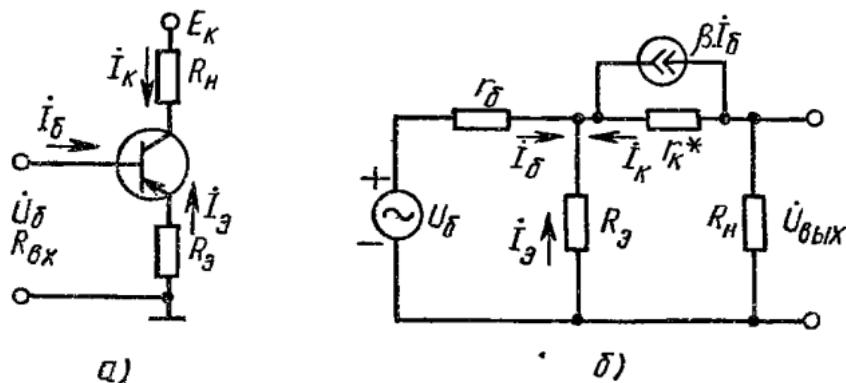
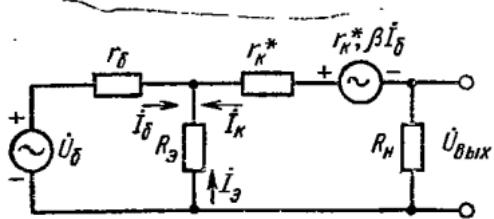

Рис. 2.17
Рис. 2.18
**(2.19).** В цепи, изображенной на рис. 2.17, а,  $E_K = -10$  В,  $R_H = 2$  кОм,  $R_3 = 1$  кОм. Определить входное сопротивление цепи, если коэффициент передачи тока базы транзистора  $\beta = 50$ .
Здесь не было учтено также влияние сопротивления  $r_k^*$ . Схема замещения, учитывая это влияние, показана на рис. 2.17, б. Предположим, что  $r_k^* = \infty$  и генератор тока  $\beta i_6$  отсутствует. Тогда ток коллектора  $i_k$  равен нулю и входной ток базы  $i_b$  определяется только  $r_b$  и  $R_s$ . В таком случае  $R_{bx} = r_b + R_s$ .
Будем считать, что сопротивление  $r_k^*$  конечно. При уменьшении  $r_k^*$  все большая часть тока  $\beta i_6$  будет проходить через это сопротивление, вместо того чтобы идти к коллекторным выводам и создавать ток коллектора. Следовательно, падение напряжения на резисторе  $R_s$  будет меньше и входное сопротивление будет уменьшаться. Проанализируем это явление, заменив в схеме на рис. 2.17, б генератор тока генератором напряжения. Используя метод эквивалентного генератора, получим схему, показанную на рис. 2.18. Для контуров можно записать: